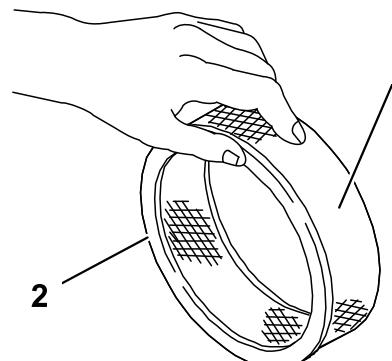

Figure 19
| 5. Vérifiez que l'élément en papier n'est pas déchiré ou couvert d'une pellicule grasse, et que le joint de caoutchouc n'est pas endommagé (Figure 19). | |
1. Glissez délicatement le préfiltre en mousse sur l'élément en papier (Figure 19).